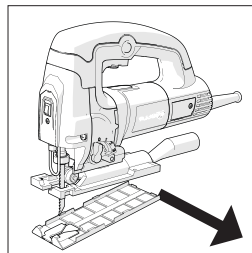

Fig 6
- Ta bort fotplattans plastsko och förvara den på säkert vis för framtida montering. **(Fig. 6)**